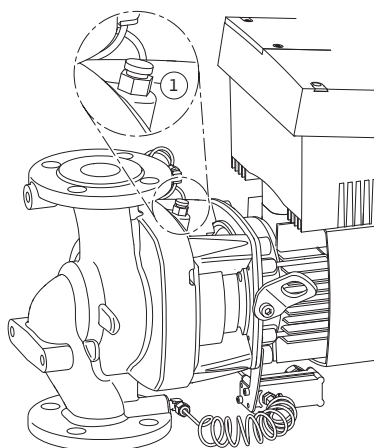

Fig.46: Supapa de dezaerare
6. Pompa se va depresuriza prin deschiderea supapei de dezaerare (Fig. 46, Poz. 1).